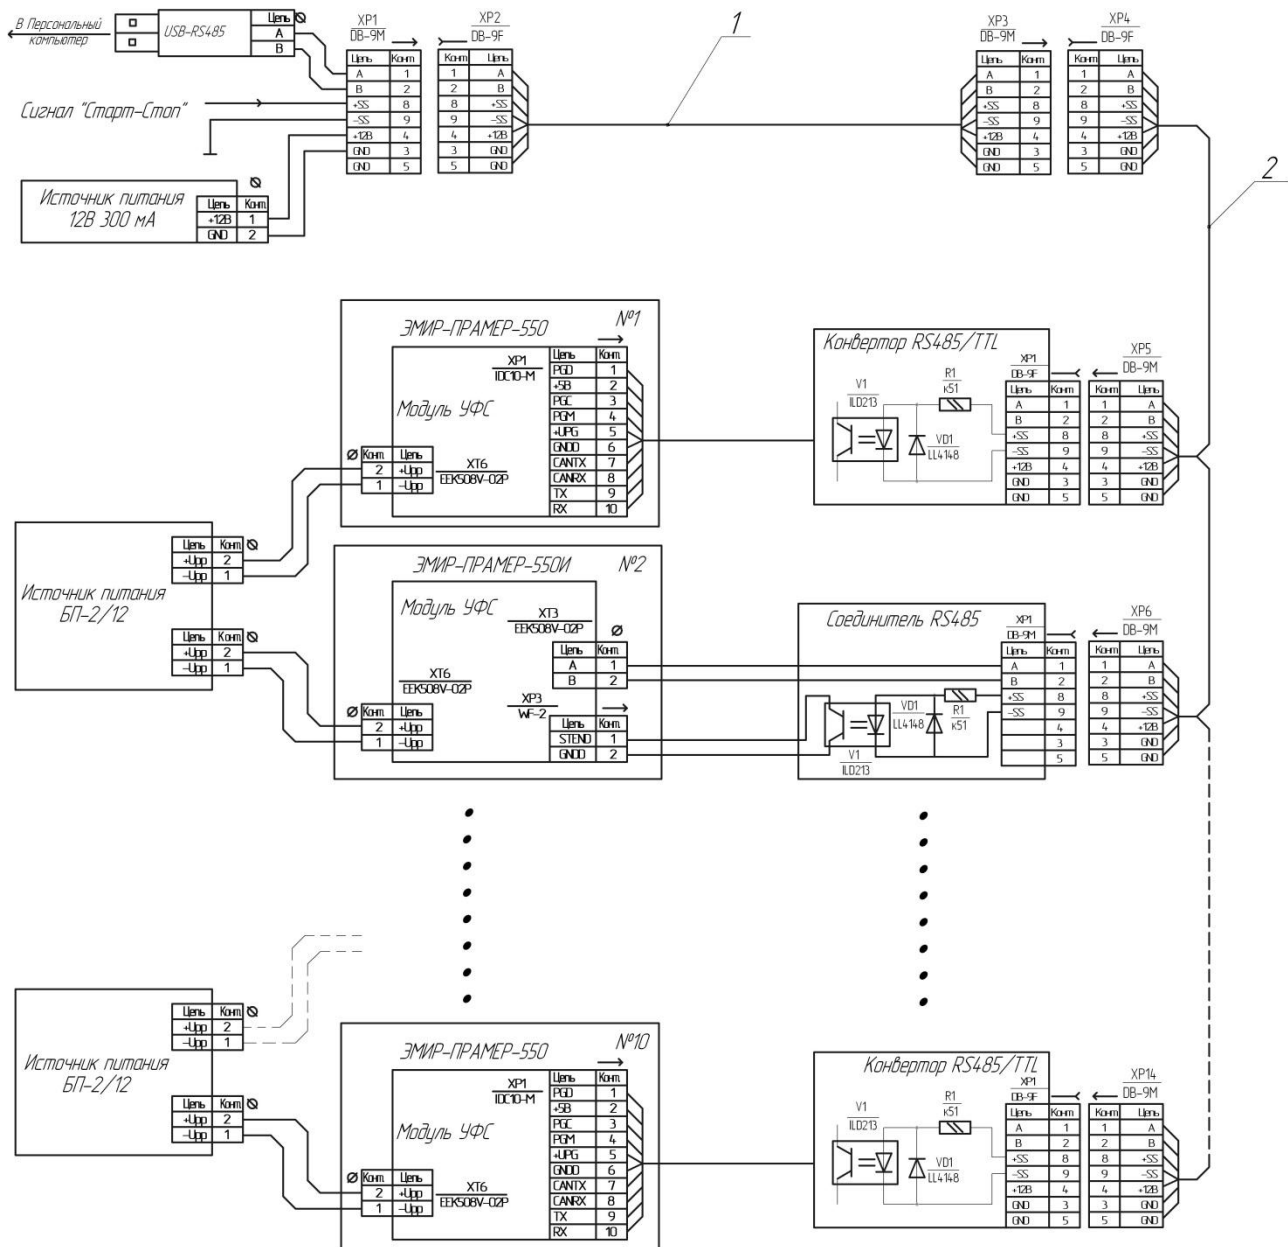

Рисунок 2 - Схема подключения ПР к ПТК
- Кабелей связи: удлинителя и разветвителя соединённых между собой разъёмным соединением XP3:XP4 (рисунок 2);
Преобразователь интерфейсов USB(RS232)/RS485, источник питания, а также формирователь синхросигнала от водомерной установки подключаются к разъёму XP2 кабеля связи-удлинителя согласно схеме подключения (рисунок 2). Источник питания ПР подключается к клемме XT6.